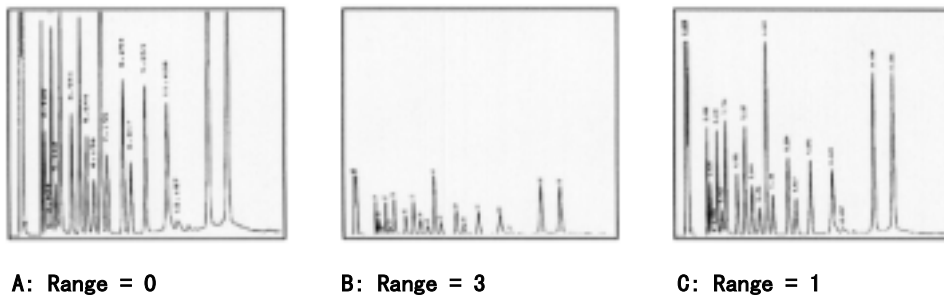

图 35 范围的设定值对色谱图的影响
如果一个色谱图如同图 35 中的 A 或 B，这些数据就需要进行缩放（如在 C 中），所以在图中能看到所有的峰。
有效的设定值是从 0 到 13 并代表  $2^0$  (1) 到  $2^{13}$ (8192)。设定值改变 1，色谱峰宽要乘以 2。图 35 的色谱图说明了这个问题。使用最小的可能数值使积分误差降到最低。